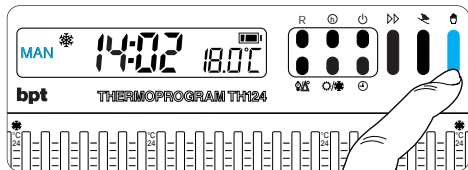

Fig. 24
**8.1** - Per passare dal funzionamento AUTOMATICO a quello MANUALE premere il pulsante  (fig. 24) (l'indicazione sul display indica la scelta effettuata).